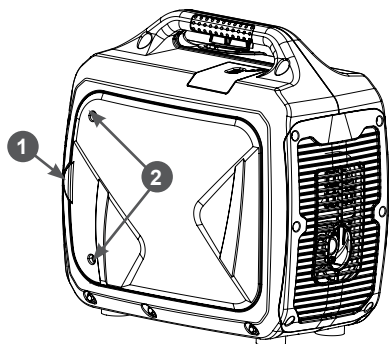

Рис. 8. Снятие правой панели корпуса
2. Открутите болты 2 крепления, потяните за ручку 1 и снимите правую панель корпуса (Рис. 8).
2. Открутите болты крепления и снимите правую панель корпуса (Рис. 8).